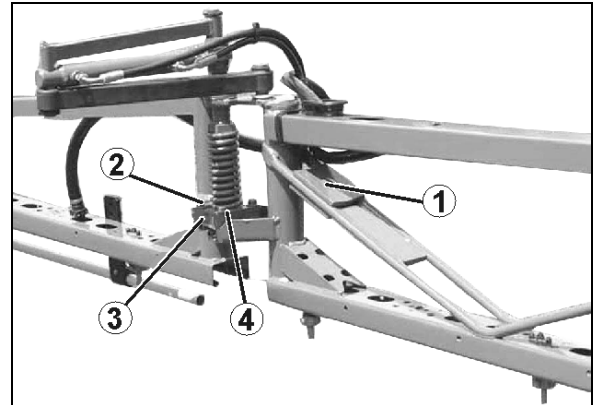

Fig. 157
Ist dies nicht der Fall, bei **entriegeltem** Schwingungsausgleich das ausgefaltete Spritzgestänge über Gegengewichte (Fig. 157/1) ausrichten. Die Gegengewichte entsprechend am Ausleger befestigen.
1. Schrauben (Fig. 157/2) der Befestigungslasche (Fig. 157/3) lösen. Die Ausrichtung erfolgt direkt an der Kunststoffklaue (Fig. 157/4) durch die Langlöcher der Befestigungslasche.
3. Schrauben (Fig. 157/2) anziehen.